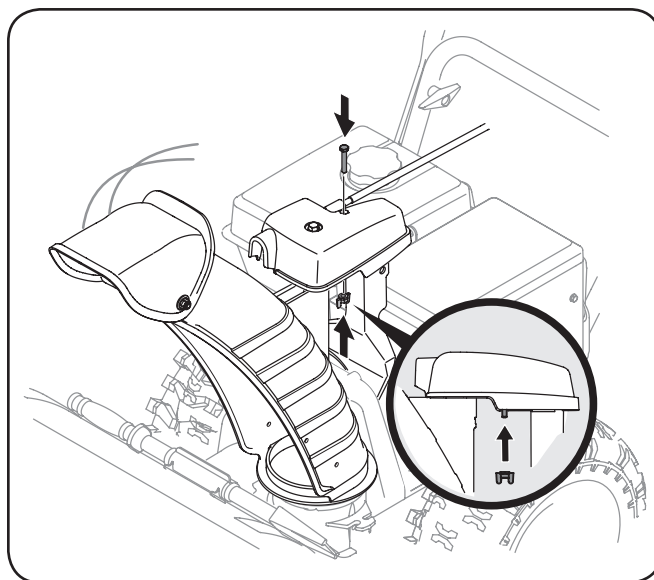

Figura 3-6
4. Finalizar la cabeza de asegurar el control del conducto con la instalación de tornillo hexagonal y tuerca de mariposa. Vea la Figura 3-6.